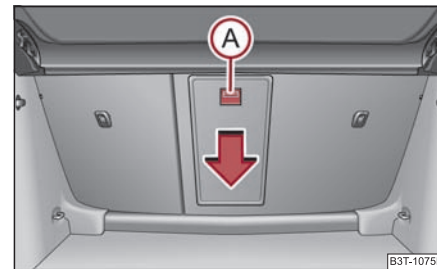

Abb. 121 Gepäckraum:
- Schieben Sie die Entriegelungstaste (A) nach unten ⇒ Seite 103, Abb. 121 und klappen den Deckel (mit Armlehne) nach vorn.
- Klappen Sie den Deckel und die Armlehne bis zum Anschlag nach oben – der Deckel muss hörbar einrasten. Das erkennen Sie daran, dass das rote Feld oberhalb der Entriegelungstaste (A) vom Gepäckraum aus nicht zu sehen ist ⇒ Seite 103, Abb. 121.